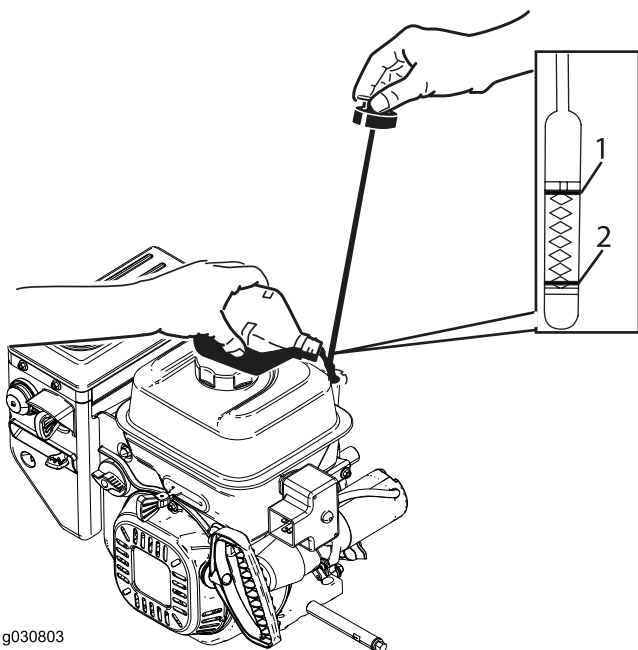

Figura 13
1. Togliete l'asta di livello e versate **lentamente** l'olio nel tubo di riempimento fino a portarne il livello al segno di pieno (Full) sull'asta. **Non riempite troppo** (Figura 13). Vedere Controllo del livello dell'olio motore nella sezione Manutenzione.